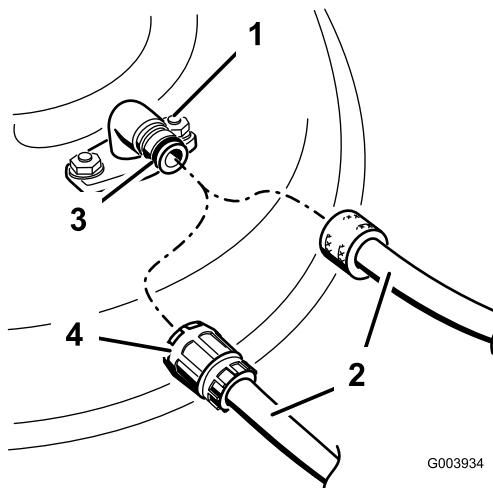

Figura 52
- Conecte el acoplamiento de la manguera al extremo del conector de lavado del cortacésped, y abra el grifo al máximo (Figura 52).